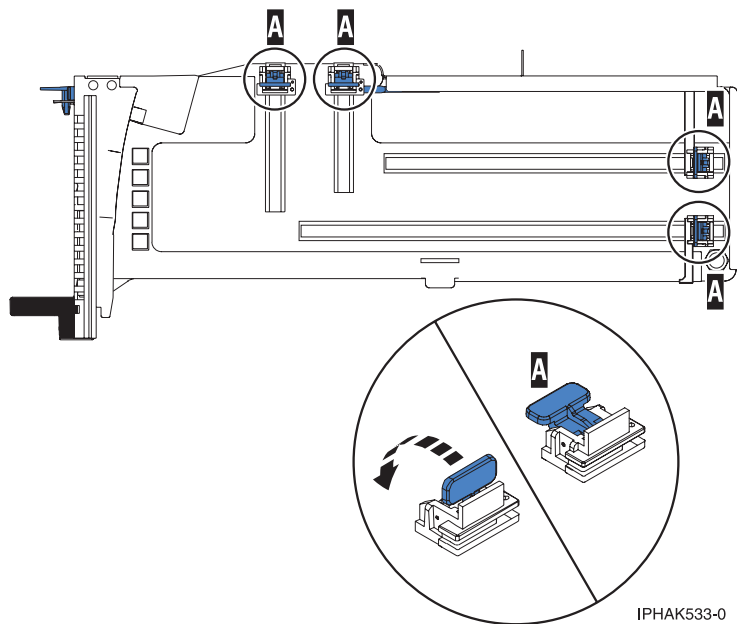

Abbildung 55. Adapterhalterungen
- b. Achten Sie darauf, dass alle Adapterhalterungen (**A**) nach außen zu den Kanten der Kassette gedrückt wurden, damit der Adapter installiert werden kann. Siehe Abb. 55 auf Seite 67.